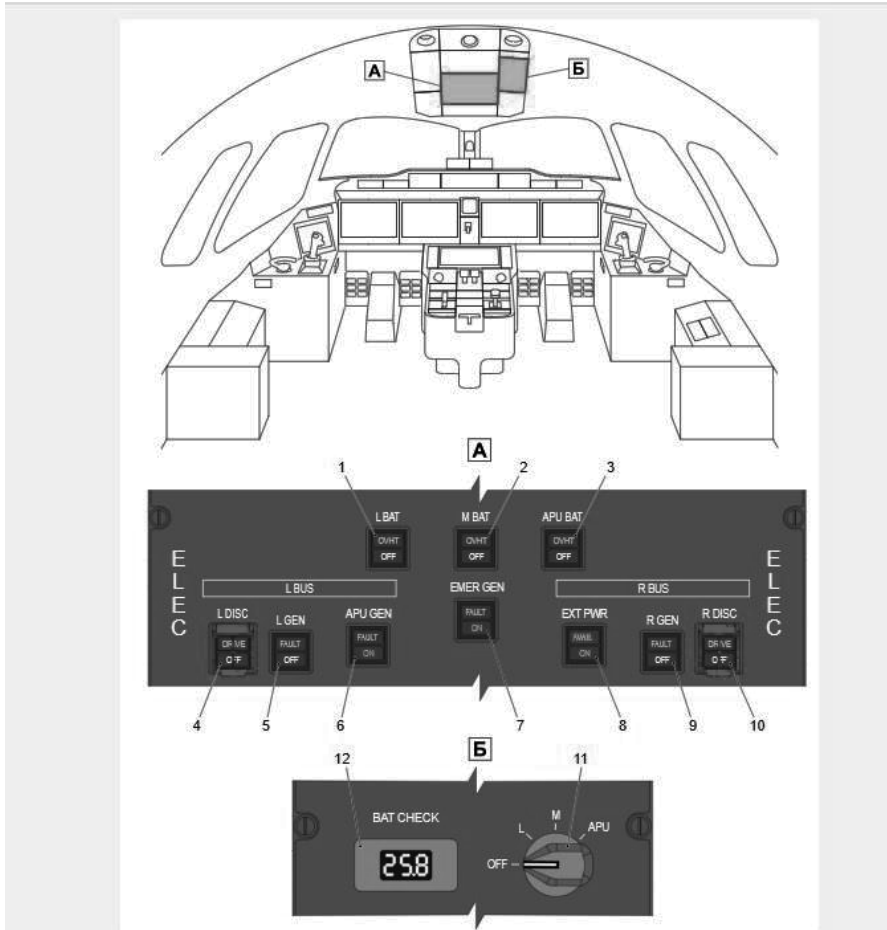
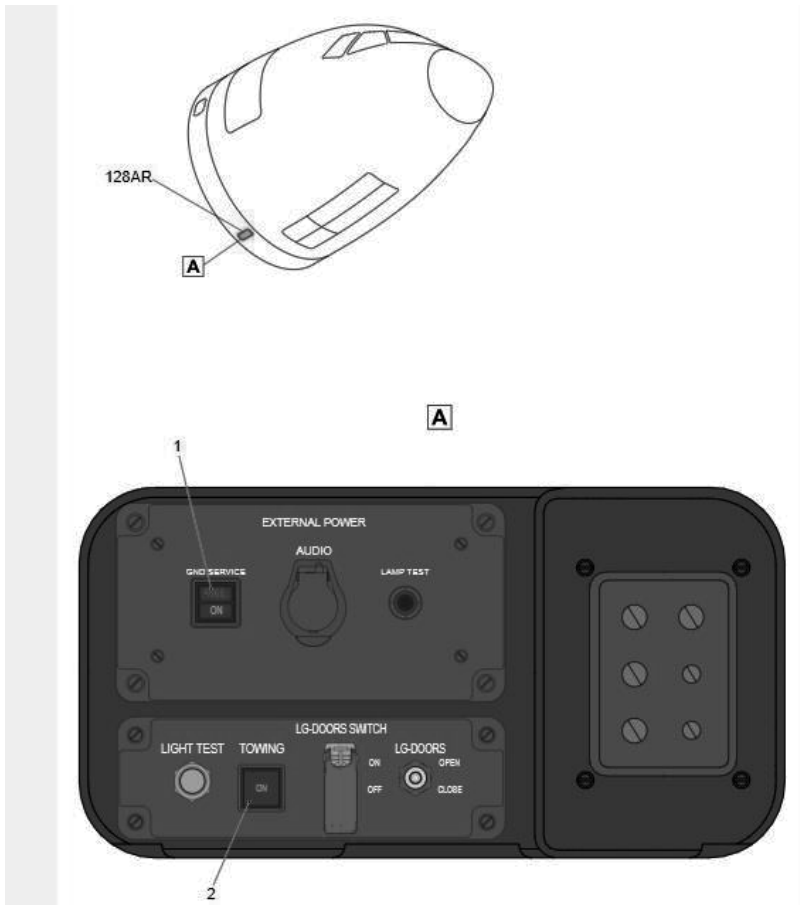

Рисунок 2. Органы управления и индикаторы СЭС в кабине самолета
Рисунок 3. Органы управления и индикаторы СЭС на борту самолета
Органы управления системы генерирования электроэнергии переменного тока (AC) состоят из органов управления на панели ELEC комплексного потолочного пульта (КПП) (Рис. 2, Вид А).
- двух кнопок-табло разъединения генераторов переменной частоты (VFG) - L DISC [4] Рис. 2 и R DISC [10] Рис. 2,
- двух кнопочных переключателей отключения генераторов VFG - L GEN [5] Рис. 2 и R GEN [9] Рис. 2,
- кнопочного переключателя отключения стартер-генератора APU GEN [6] Рис. 2,
- кнопки-табло восстановления защиты аварийного генератора EMER GEN [7] Рис. 2.
- кнопочного переключателя включения аккумуляторной батареи L BAT [1] Рис. 2,
- кнопочного переключателя включения аккумуляторной батареи M BAT [2] Рис. 2,
- кнопочного переключателя включения аккумуляторной батареи APU BAT [3] Рис. 2.
Органов управления на панели контроля напряжения аккумуляторных батарей (АКК) ВАТ ЧЕК (Рис. 2, Вид Б) состоят из:
- галетного переключателя контроля напряжения батарей АКК [11] Рис. 2,
- кнопки-табло EXT PWR [8] Рис. 2 включения режима "Внешнее электропитание" на панели ELEC,
- кнопки-табло GND SERVICE [1] Рис. 3 включения режима "Сервисного наземного обслуживания" на пульте управления внешним электропитанием (ЕРСР) (Рис. 3, Вид А).
Органы управления буксировкой самолета состоят из: кнопочного переключателя TOWING [2] Рис. 3 на пульте наземной подготовки (ПНП) (Рис. 2, Вид А).